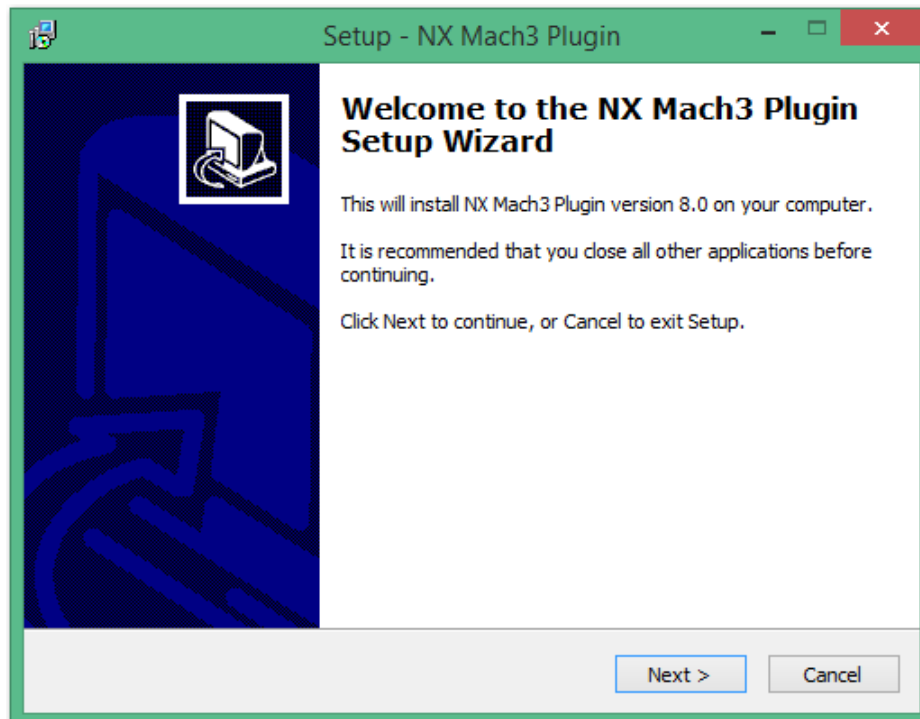

Figura 9
- Coloque o disco de instalação no computador e clique no programa NxPlugin.msi. Aparecerá a tela inicial (Figura 9).